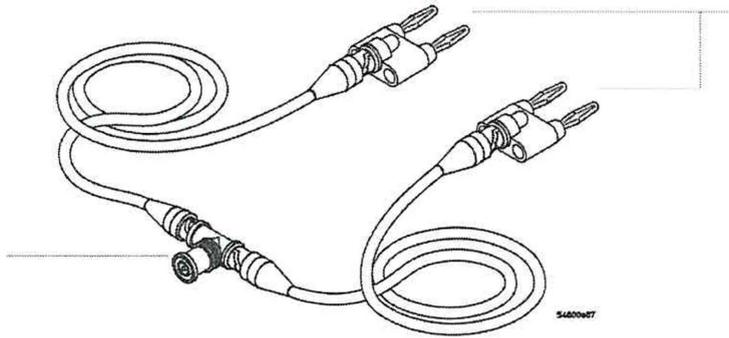

Рисунок 9
8.8.1 Подключить мультиметр 3458А, настроенный на 4-х проводное измерение сопротивления (рисунок 9).